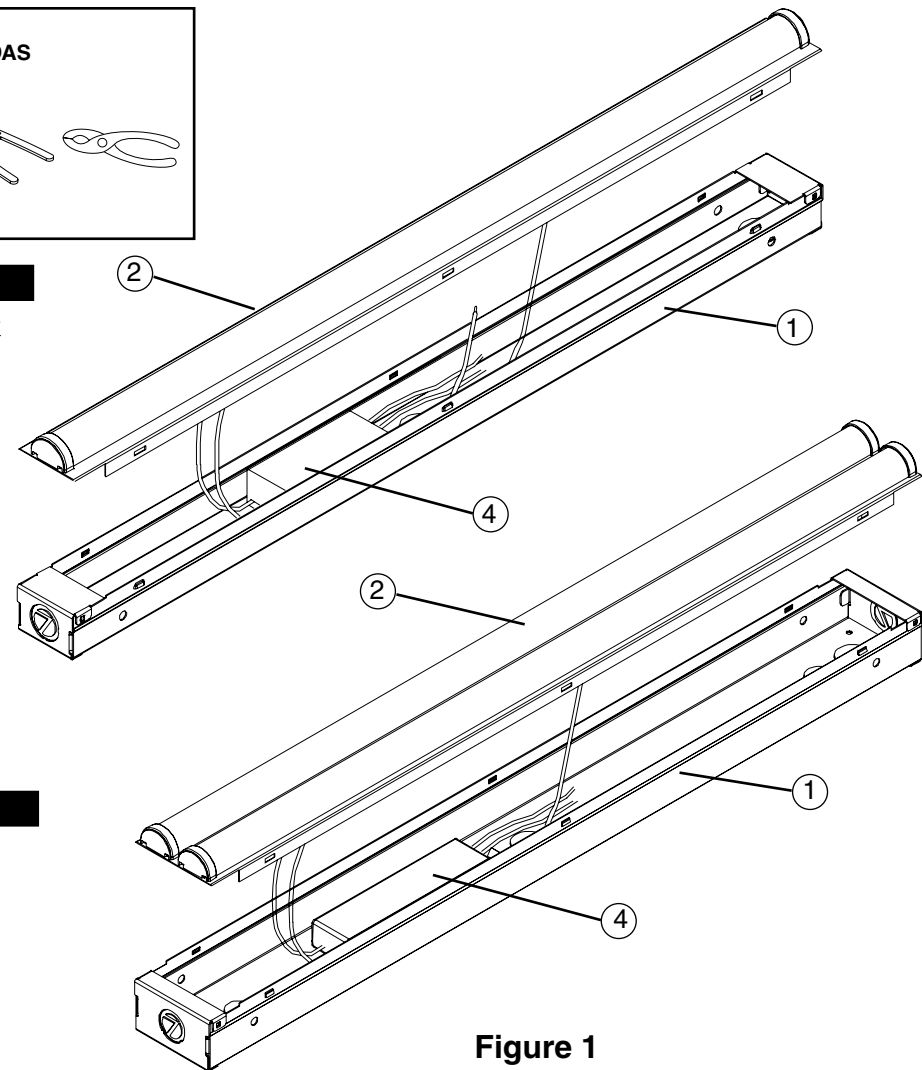

Figure 1
**1. Retirer les composantes de l'appareil et tout emballage de pièces. S'assurer que toutes les pièces sont incluses. Voir la Fig. 1.**
1. Remove fixture components and parts pack(s). Check that all parts are included. **See Fig. 1.**
1. Saque los componentes del luminario y paquete(s) de piezas. Compruebe que todas las piezas estén incluidas. **Vea Fig. 1.**